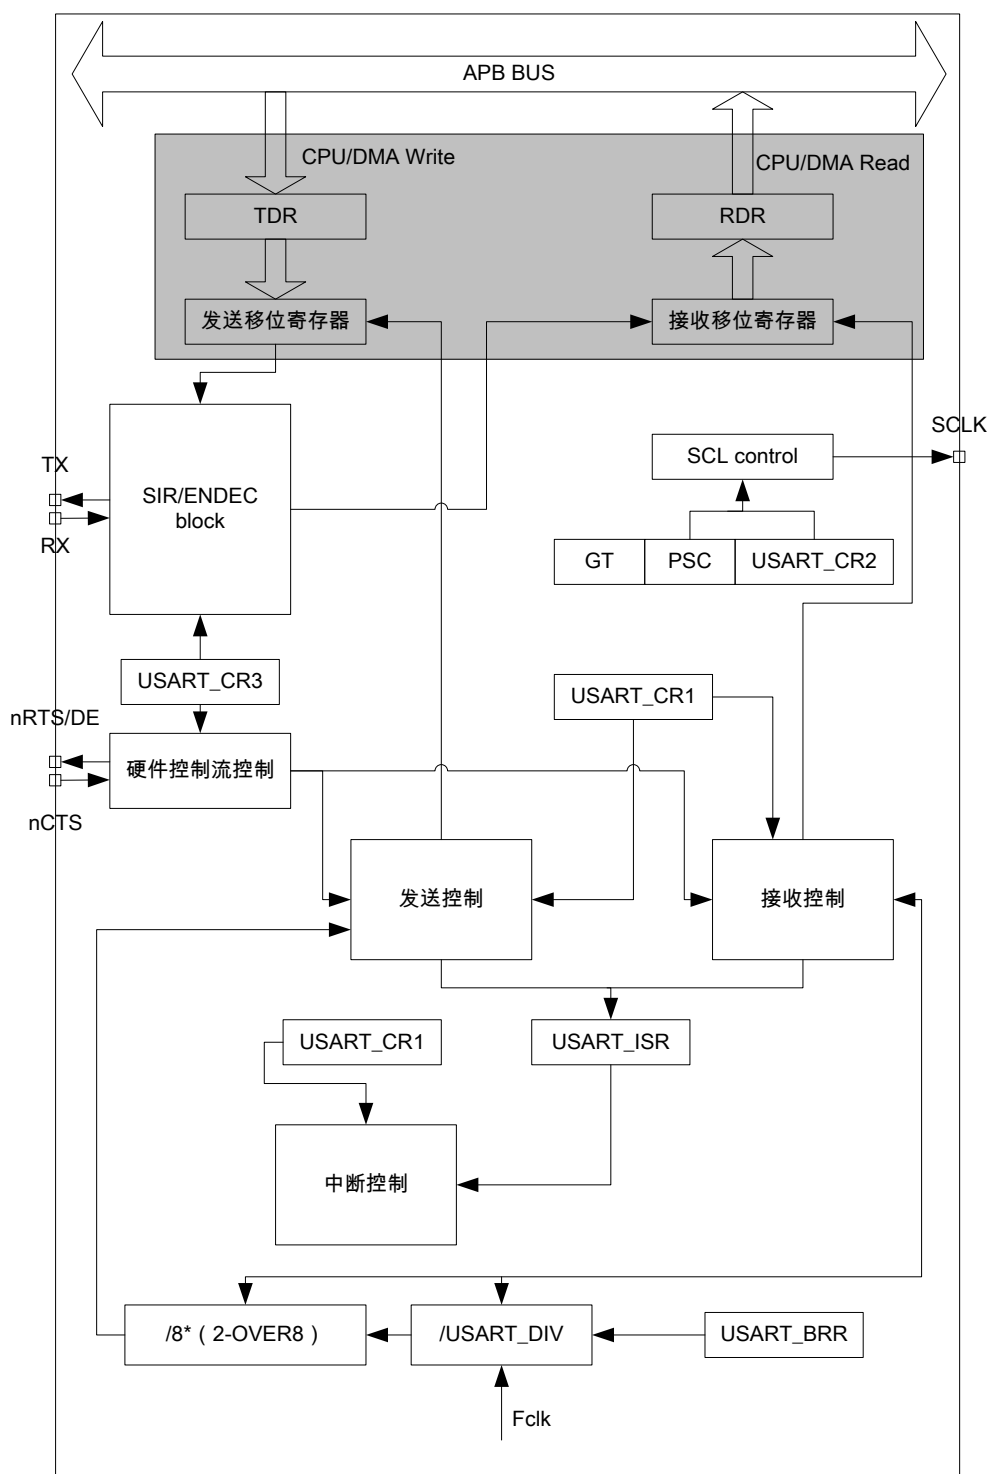

图26.1 USART框图
接口与外部设备通过三个引脚相连 (如图 26.1), 任何 USART 双向通讯要求最少有两个引脚: 接收数据输入 (RX) 和发送数据输出 (TX)